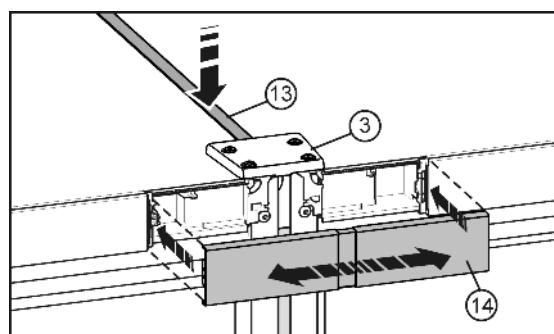

Fig. 10
- ▶ На верхней стороне вдавите в щель короткую планку Fig. 10 (13). Планка должна быть заподлицо с крышкой Fig. 10 (3) устройства на передней кромке.
- ▶ Зашелкните крышку Fig. 10 (14) на еще открытом промежутке обеих заглушек участков обслуживания. Следите за тем, чтобы наружные стороны крышки заканчивались ровень с заглушками участков обслуживания. Для этой цели крышка сделана выдвижной.